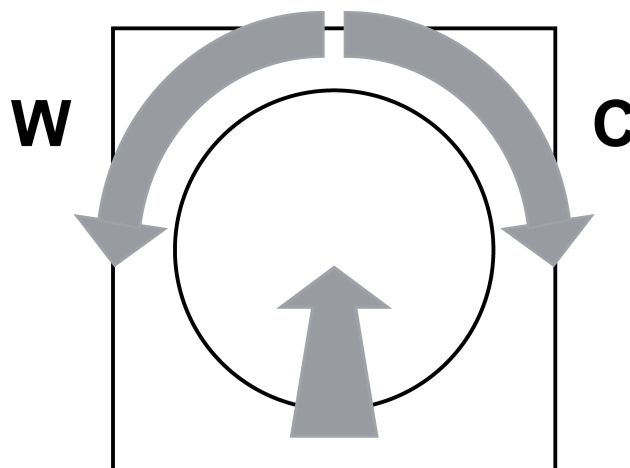

Bild 2
- i** Beim Speichern der Farbtemperatur darauf achten, dass die letzte Drehung des gedrückten Bedienknopfes (Bild 2) für die wärmste Lichtfarbe nach links (W) und für die kälteste Lichtfarbe nach rechts (C) erfolgen muss.
- Gedrückten Betätigungsknopf nach links (W) drehen, bis die gewünschte wärmste Lichtfarbe erreicht wird, und in dieser Position länger als 10 Sekunden halten.